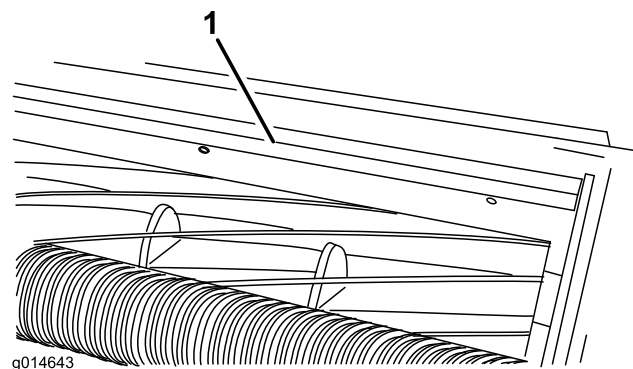

Figure 17
1. Desserrez les vis de fixation de la barre supérieure (Figure 17) au plateau de coupe.